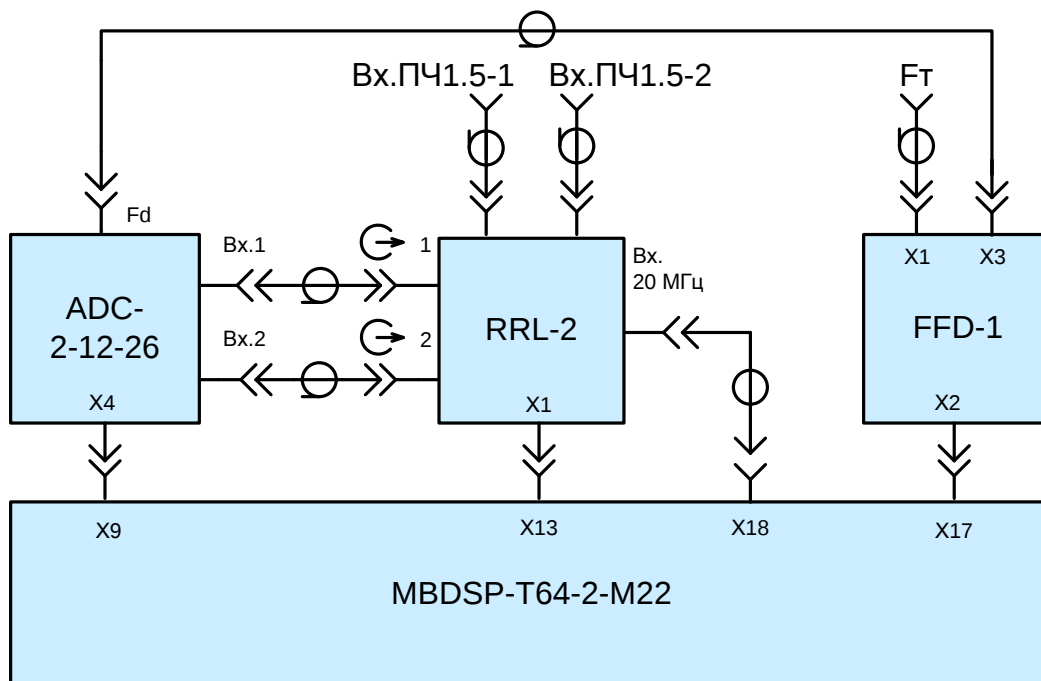

Рисунок 6. Схема подключения модуля RRL-2
- подключите соединительные кабели в соответствии со схемой приведенной на рис.6¹;